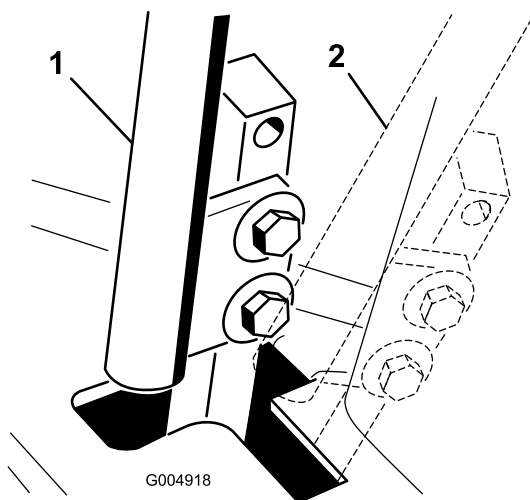

Рисунок 57
4. Переведите рычаг управления в нейтральное положение, но **не в положение фиксации** (Рисунок 57).
6. Проверьте, где рычаг управления находится относительно выемки в пульте (Рисунок 57).